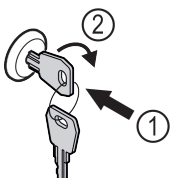

Fig. 87
- ▶ Вставьте ключ Fig. 87 (1).
- ▶ Поверните ключ на 90° по часовой стрелке Fig. 87 (2).